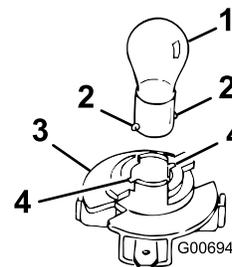

Figura 33
4. Premete la lampada e giratela in senso antiorario finché non si ferma (circa 1/4 di giro), quindi toglietela dal portalampada (Figura 33).
2. Inserite la base nel portalampada (Figura 33).